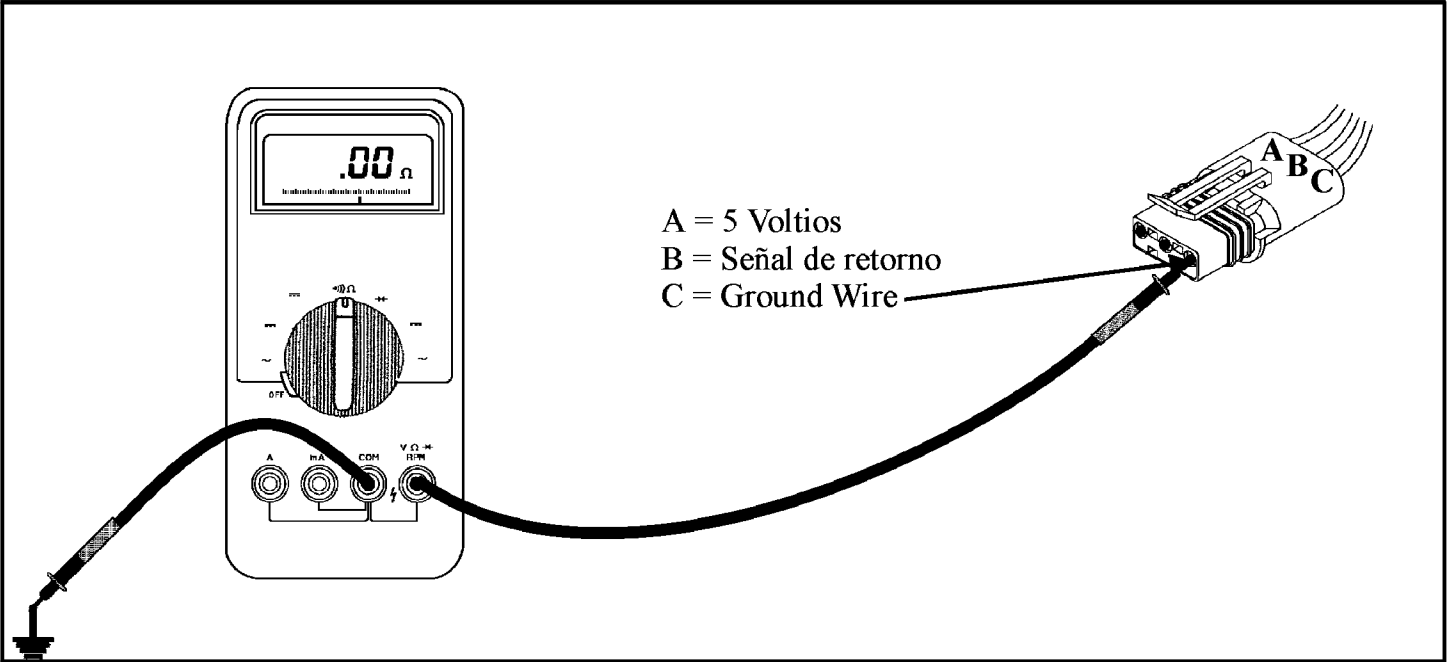
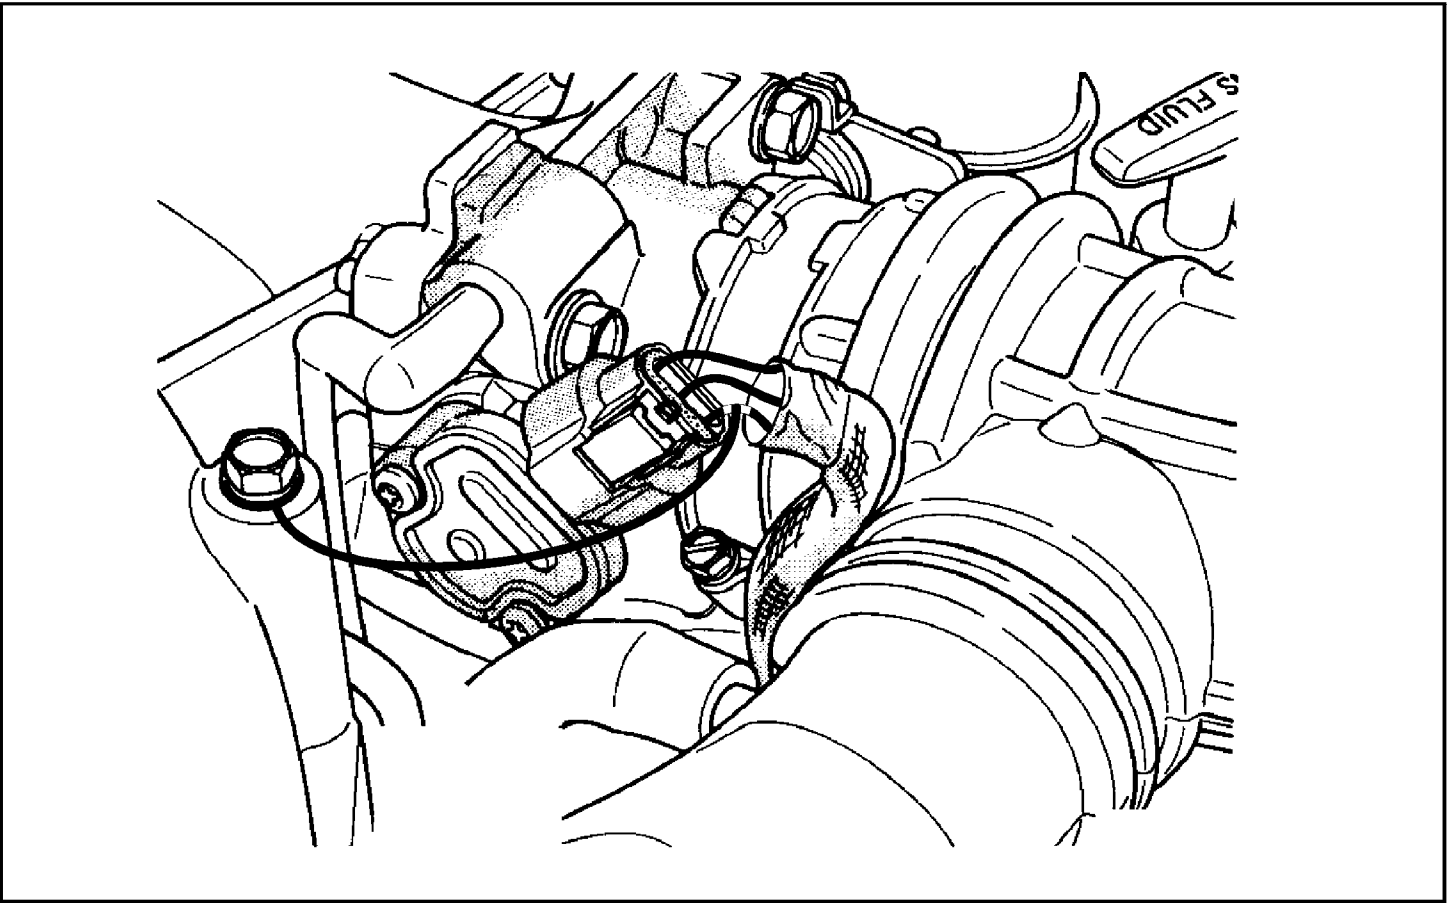

Figura 45
Figura 46
- Fije el metro para medir ohms. Coloque el cable negativo del metro al terminal negativo de la batería y el cable positivo al terminal C en el conector del TPS (Vea la figura 45). Se debe observar de 0 a 5 ohms. Si hay más de 5 ohms de resistencia o si se registra un circuito abierto, el alambre de tierra está averiado y tendrá que ser reparado. Una manera simple sería el empalmar un alambre al alambre de tierra y conectarlo a una buena fuente de tierra (Vea la figura 46). Si el alambre de tierra está bueno y el problema con el TPS persiste, vaya al proximo paso.